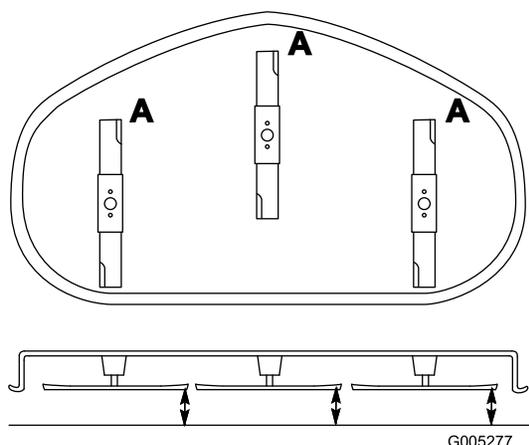

Bild 36
1. Drehen Sie die Schnittmesser, bis die Enden nach vorne und hinten gerichtet sind (Bild 36). Messen Sie von einer ebenen Fläche bis zu den Schnittkante (Position **A**) der Messer (Bild 36). Notieren Sie diesen Wert.